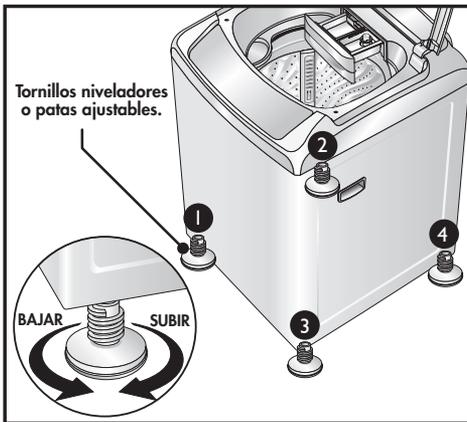

Figura 10
1. Regule la altura de la lavadora girando los tornillos niveladores de acuerdo al piso donde es instalada y verifique que los cuatro tornillos estén firmemente apoyados en el piso, **(Ver figura 10)**.
2. Para subir o bajar la lavadora buscando que ésta quede correctamente nivelada gire el tornillo a la derecha o izquierda según sea necesario, **(Ver figura 10)**.